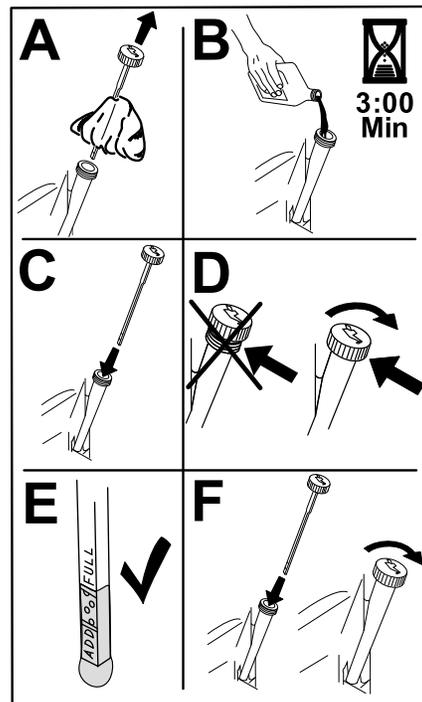

Figure 33
5. Versez lentement environ 80 % de l'huile spécifiée dans le tube de remplissage, puis faites l'appoint lentement jusqu'à ce que le niveau atteigne le repère maximum (**Full**) (Figure 33).
- Remplissez le carter moteur d'une huile du type voulu (Figure 33).